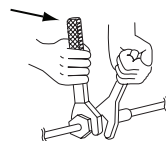

Рис. 37
- Поверхность раструба и стяжной гайки смажьте маслом и поверните гайку на 3–4 оборота руками, перед тем, как затягивать гайку ключом (рис. 37).